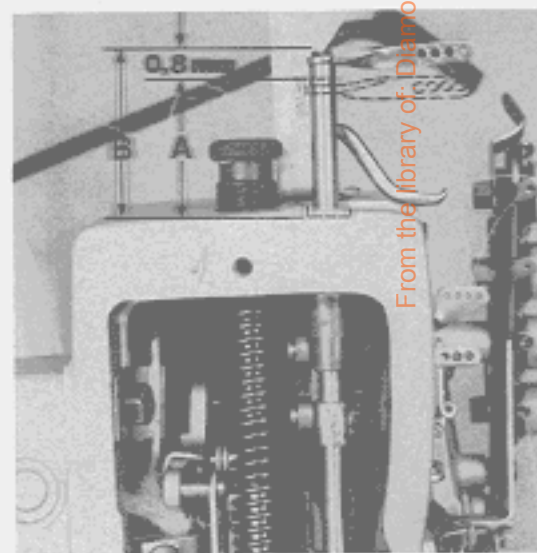
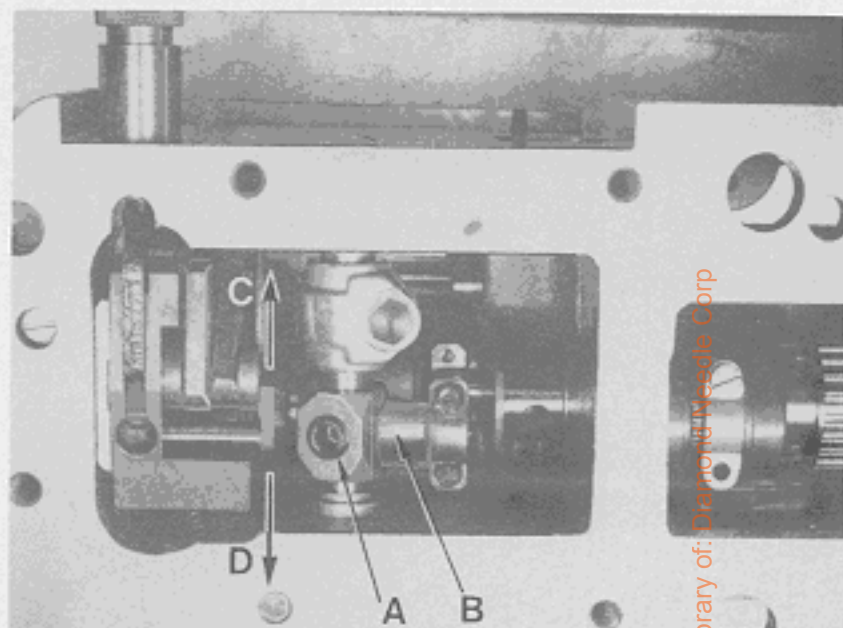

Fig.67
Fig.68
3. Measure dimension "A", Fig. 67 with a slide rule and note it.
6. Measure dimension "B", Fig. 67.
The machine is synchronized correctly if dimension "B" is 0,8 - 1 mm (.032-.040 in.) larger than dimension "A" (see Fig. 67).
2. Loosen screw (A, Fig. 68).
3. If the difference between dimension "A" and dimension "B" (Fig. 67) is less than 0,8 - 1 mm (.032-.040 in.), lever (B, Fig. 68) must be moved in the direction of the arrow towards "D". If the difference is more than 0,8 - 1 mm (.032-.040 in.), lever (B) must be moved in the direction of the arrow towards "C".
3. Messen Sie mit einer Schieblehre das Maß "A", Fig. 67 und merken Sie es sich.
6. Messen Sie das Maß "B", Fig. 67.
Ist das Maß "B" um 0,8 - 1 mm größer als das Maß "A", ist die Maschine richtig synchronisiert (siehe Fig. 67).
2. Lösen Sie die Schraube (A, Fig. 68).
3. Ist der Unterschied zwischen Maß "A" und Maß "B" (Fig. 67) kleiner als 0,8 - 1 mm muß der Hebel (B, Fig. 68) in Pfeilrichtung nach "D" verschoben werden. Ist der Unterschied größer als 0,8 - 1 mm muß der Hebel (B) in Pfeilrichtung nach "C" verschoben werden.